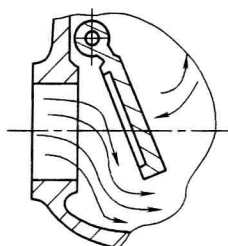

图 1-4 旋启形
4) 旋启形:关闭件围绕阀座外的轴线旋转,如图 1-4 所示。